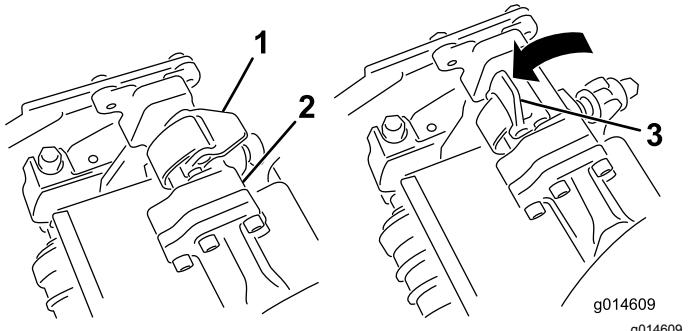
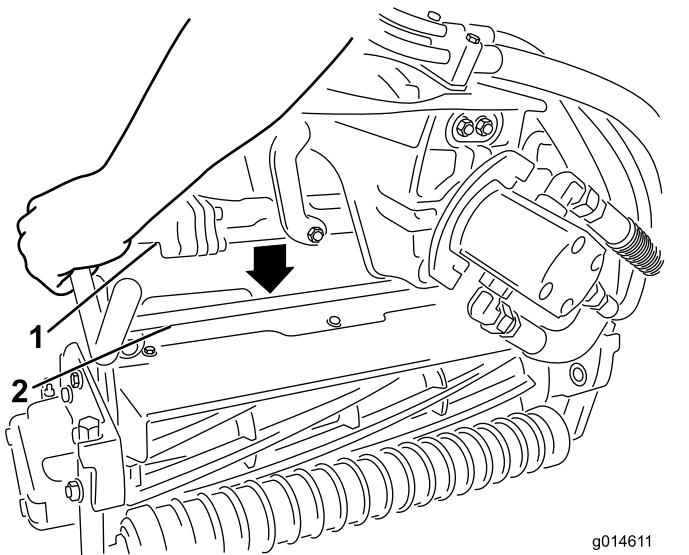

Bild 46
Bild 47
- Die Riegel an der Aufhängearmstange müssen nach oben zeigen (d. h. offen) (Bild 46); drücken Sie den Aufhängearm dann so nach unten, dass die Stange über die Stange an der Oberseite der Schneideeinheit passt (Bild 47).
- Drücken Sie die Riegel nach unten um die Schneideeinheitstange herum und arretieren sie (Bild 46).
4. Öffnen Sie die Riegel an der Aufhängearmstange der Schneideeinheit, die Sie entfernen möchten (Bild 46).